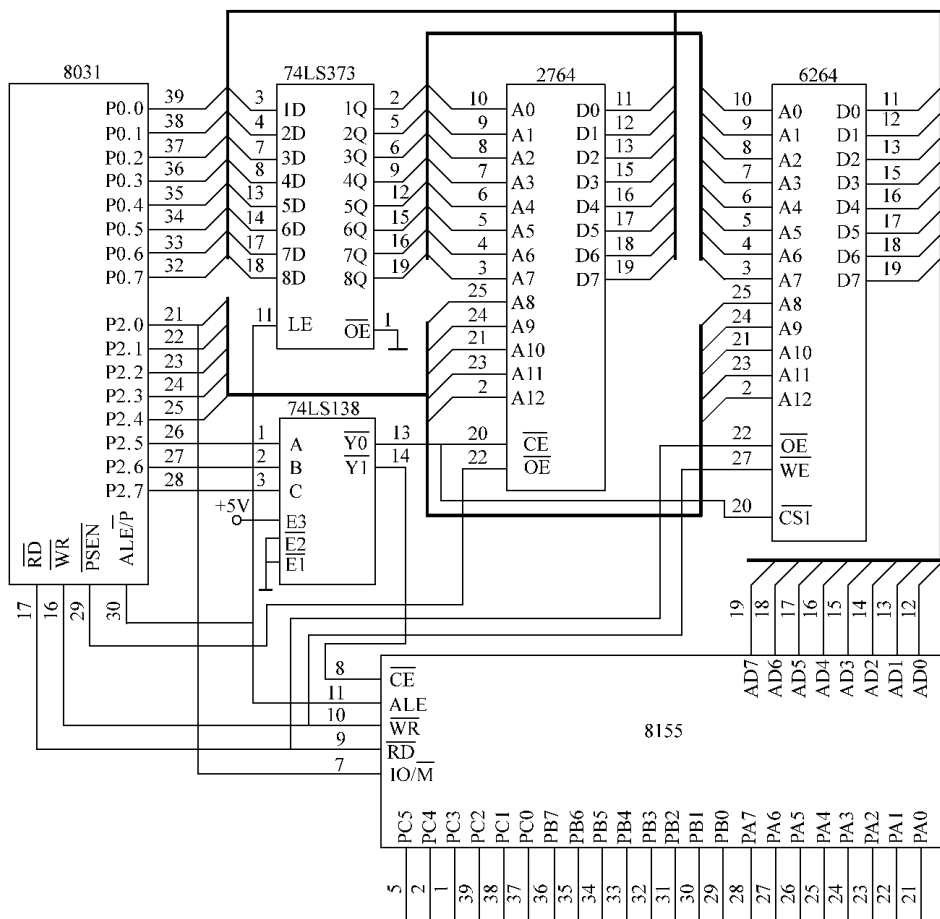

图 10-9 单片机系统扩展电路图
(1) 补充完成图中的系统硬件连接。
(2) 设定 8155 PA 口为基本输出方式, PB 口为基本输入方式。每 0.1s 读取 PB 口的状态值放入 RAM 6264 的起始单元, 并将该数据取反后由 PA 口输出, 依此循环。设计出相应的软件程序。系统时钟频率为 6MHz。
解: (1) 硬件连接补充连线如图 10-9 所示。
(2) 根据题意, 8155 的控制字为: C1H, 即 A 口出, B 口入, 定时器启动。